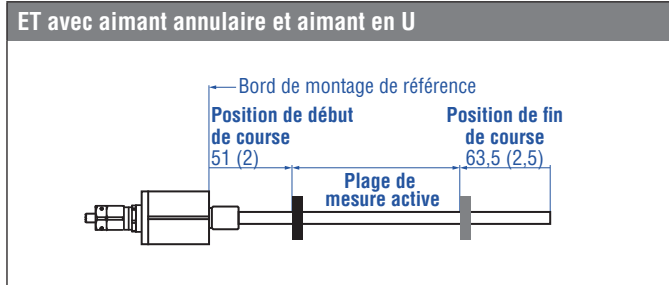

Fig. 13: Positions de debut et de fin de course des aimants
5. Vérifier les valeurs de début et de fin prédéfinies pour l'intervalle de la plage de mesure (Fig. 13) et les corriger si nécessaire à l'aide du système de contrôle du client ou d'un outil de maintenance de MTS Sensors. L'utilisation d'outils de maintenance est décrite en détails dans les pages suivantes.